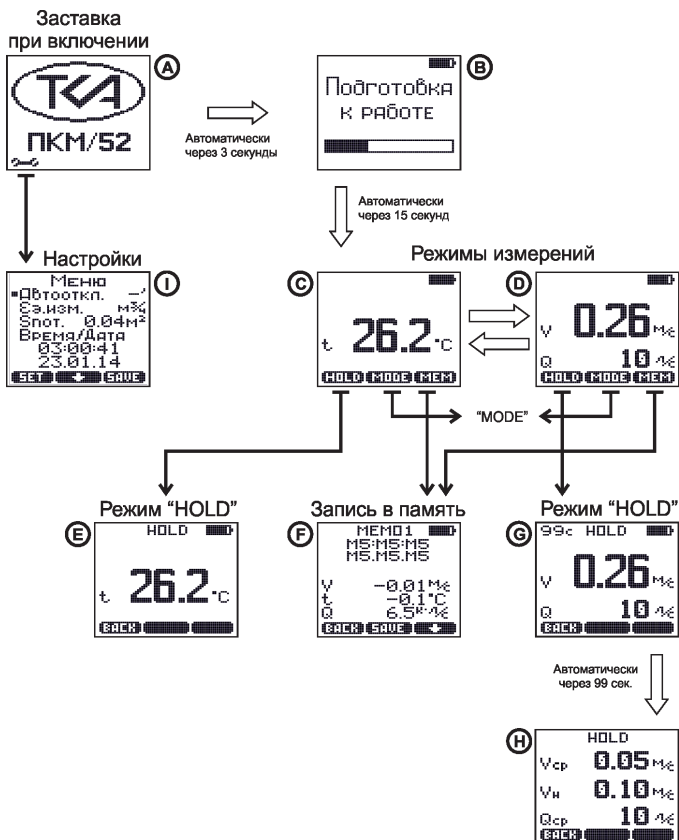

Рис.3 – Расположение символов на ЖК-дисплее
5.7 Переключение экранов происходит в следующем порядке (см. Рис.3):